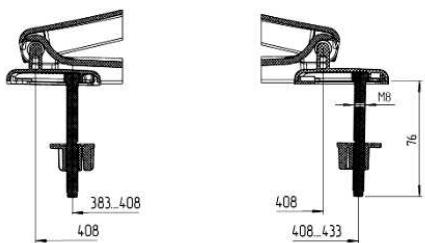

рис.3 Варианты установки сиденья унитаза с пластиковым креплением
③
1. В зависимости от межцентрового расстояния между отверстиями на унитазе для пластикового и металлического крепление предусмотрено регулируемое межосевое расстояние между винтами (рис. 3,4). Необходимое расстояние выставляется посредством установки винтов в держателях сиденья унитаза для пластикового крепления. Регулировка межцентрового расстояния для сидений с металлическим креплением свободная.
2. Положение сидения унитаза с пластиковым креплением можно регулировать перемещением винта по держателю в продольном направлении на фиксированные положения в указанных пределах (рис.3)